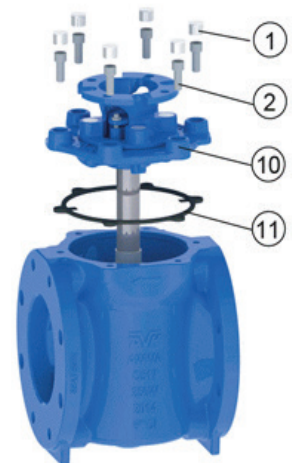

Bild. 16
8.3 Byte av tätning ventilhus/lock, bild 16